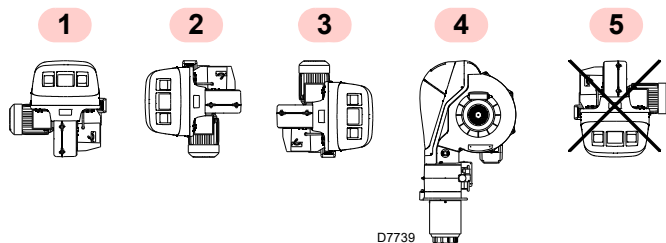

Рис. 12
- Пальник призначений для роботи тільки в положеннях **1, 2, 3 і 4** (Рис. 12).